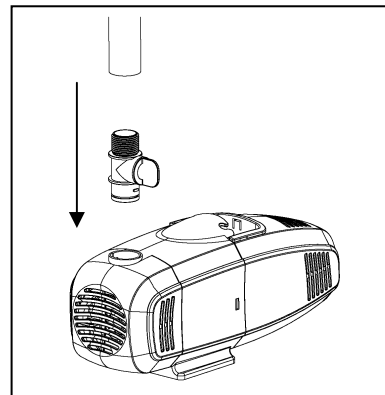

Fig. 1
1. Conecte el adaptador con la bomba insertando en la descarga de la bomba y torciendo a la derecha. Conecte tubería con el adaptador. Fig. 1